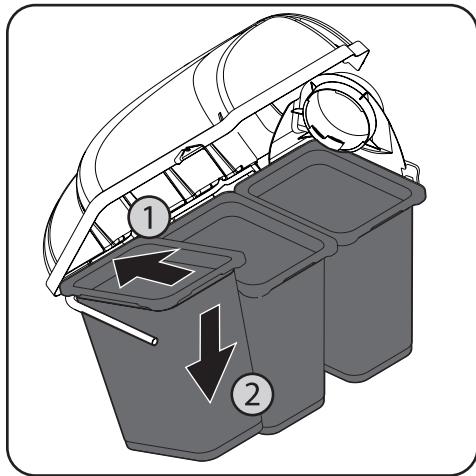

Figura 4-14
- Coloque los tres conjuntos de bolsas en las ménsulas de soporte de bolsa insertando primero el borde delantero (1), y luego ajustando el borde posterior hacia abajo hasta que calce en el conjunto (2) como se muestra en la Figura 4-14.